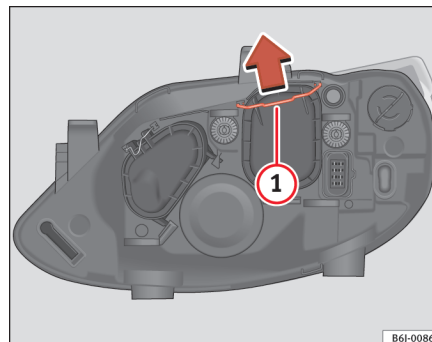

Fig. 145 Feux de croisement
- Déplacez le tirant ⇒ page 236, fig. 145 ① dans le sens de la flèche puis retirez le cache.